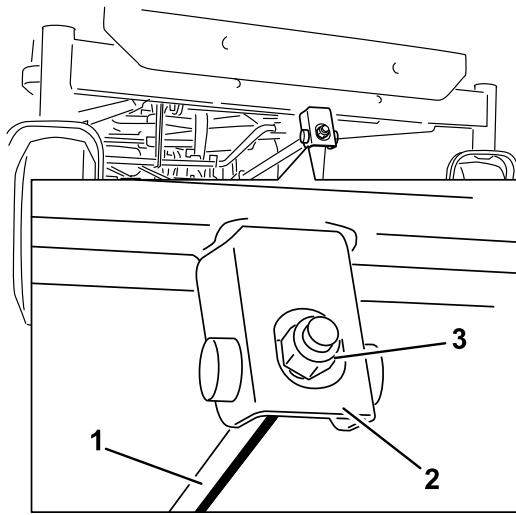

Bild 69
6. Drehen Sie für das Einstellen der Schnittmesserneigung in Längsrichtung die Einstellmutter vorne am Mähwerk (Bild 69).